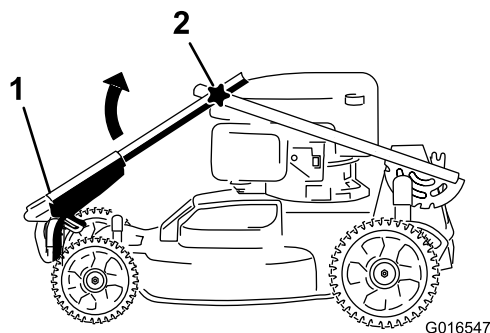
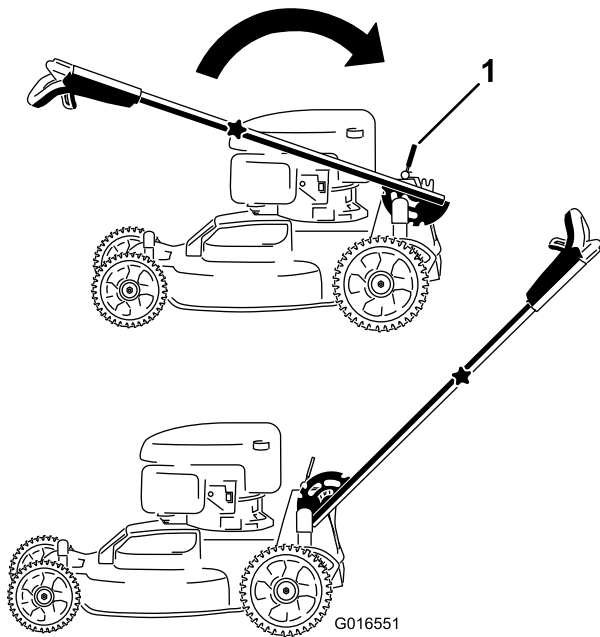

Figura 3
Figura 4
1. Gire el manillar superior hasta que se acople al manillar inferior (Figura 3) y apriete ambos pomos del manillar para bloquear el manillar superior en su lugar (Figura 4).
2. Pomo (2)
- Suelte la palanca de bloqueo del manillar (Figura 4).
- Tire del manillar hacia atrás y bloquéelo en esa posición (Figura 4).